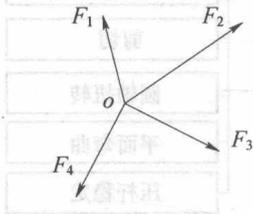

图 1-3 平面汇交力系
① 平面力系：即各力的作用线均在同一个平面内。
a. 汇交力系：力的作用线汇交于一点，见图 1-3。